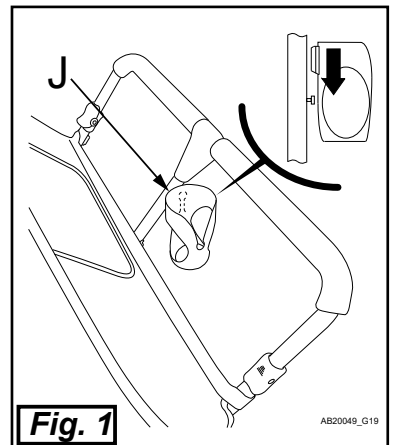

Fig. 1
1. Estire la estructura plegada del cochecito (A) en un suelo limpio, con el manillar hacia arriba (1) y el reposapiés delantero (2) en contacto con el suelo (Fig. 1).
2. - Coloque el eje del tubo posterior (C) con el tubo de freno 3 arriba y el extremo abierto de montaje del eje trasero hacia las patas traseras.
- Deslice el conjunto del tubo del eje trasero (C) sobre los extremos inferiores de las patas traseras (4) hasta entrar en contacto con los pasadores. Presione los pasadores y deslice el ensamble de eje trasero (C) hasta la pata trasera (4) hasta que los pasadores encajen en los agujeros de montaje del tubo del eje trasero (C).
- Tire del ensamble del tubo del eje trasero (C) para comprobar que está asegurado en las patas traseras.
1. Alinee el orificio de la varilla de eje trasero de la rueda trasera con el eje (B) frente a los agujeros en el conjunto del tubo del eje trasero (C). Deslice la rueda trasera con eje B dentro del conjunto del tubo del eje trasero (C) (Fig. 1).
2. Deslice la rueda trasera con el eje (B) hacia dentro hasta que el agujero en la varilla del eje
1. Alinee el eje giratorio de la estructura del cochecito con el orificio de montaje de la rueda. La palanca de bloqueo de la rueda debería mirar hacia arriba. Deslice el ensamble de la rueda dentro del eje giratorio hasta que oiga y note un sólido clic cuando los botones se acoplen (Fig. 1).
1. Deslice la barra de sujeción del brazo (1) entre la cubierta lateral del asiento de tela y pata delantera. Abrazadera de barra de brazo de empuje (1) y alinee el orificio en la abrazadera con el Perno (2) en el brazo, a ambos lados de la carriola (Fig. 1)
2. Fije el tubo de la capota principal (tubo largo) empujando el extremo del tubo de la capota principal dentro de la ranura del retenedor de la capota ubicada en el exterior del mango cerca del apoyabrazos (Fig. 1).
3. Fije el tubo corto de la capota trasero (tubo corto) empujando el extremo del tubo de la capota dentro de la ranura del retenedor de la capota ubicada en el exterior del mango cerca de la parte superior del asiento trasero (Fig. 1). Repita los pasos 2 y 3 para asegurar los tubos de la capota en cada lado del cochecito.
1. Abra los laterales de la capota alrededor del manillar del cochecito tirando de los ganchos y broches de sujeción aparte (1) (Fig. 1).
2. Tire del panel trasero de la capota hacia arriba y afuera de la apertura entre el mango del cochecito y el soporte del manillar (2).
1. Coloque el cochecito en el suelo con las ruedas delanteras y los reposapiés delanteros hacia abajo, en contacto con el suelo (Fig. 1).
3. Localice la correa de retención de plegado en un lateral del cochecito (Fig. 1). Empuje hacia abajo el manillar del cochecito y desenganche la correa de retención de plegado tirando hacia arriba del broche (1) y a continuación gire (2) y deslice el broche a través del anillo "D" (3) (Fig. 2 y 3).
2. Empuje hacia abajo la palanca roja del lado derecho y luego deslice hacia arriba ambos collares de liberación del bloqueo de plegado a ambos lados, hacia la empuñadura del manillar, para desbloquear (Fig. 1).
3. Manteniendo los liberadores del bloqueo de plegado arriba, empuje hacia delante el manillar del cochecito para plegar (Fig. 1).
2. Abroche al niño con el arnés colocando la correa de la entrepierna entre las piernas del niño y colocando los cinturones de seguridad de los hombros y la cintura sobre los hombros y los muslos. Ajuste las lengüetas en la hebilla de la correa de la entrepierna (Fig. 1).
1. Retire el cinturón del hombro de la parte trasera del asiento; en la parte trasera del asiento, coloque el anclaje del cinturón del hombro en línea con el cinturón del hombro y luego empuje el anclaje del cinturón y el cinturón del hombro a través de la ranura en la parte trasera del asiento (Fig. 1).
1. Tire de la palanca de reclinación del respaldo (Fig. 1).
1. Levante el reposapiés hasta una de las dos posiciones elevadas y gire la barra de apoyo hacia arriba (4) y colóquela debajo de los ganchos de la barra de apoyo en el reposapiés (Fig. 1).